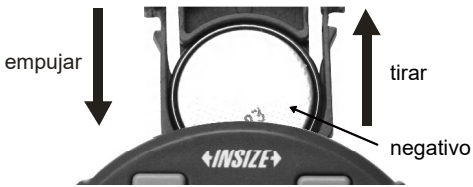

fig.1
1. Instale y retire la pila (CR2032), con el polo negativo hacia fuera (fig. 1).